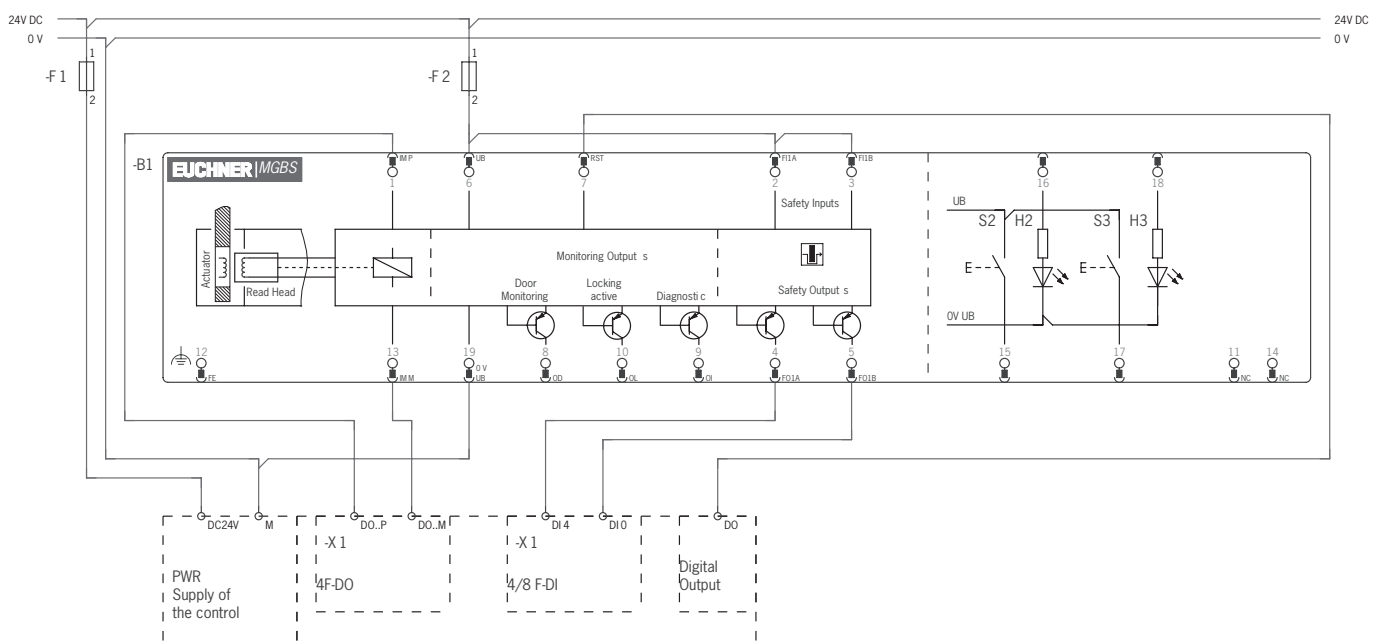

Bild 7: Anschlussbeispiel für den Anschluss an ET200
- Bei einer zweikanaligen Ansteuerung der Magnetspannung durch sichere Ausgänge einer Steuerung sind folgende Punkte zu beachten (siehe auch *Bild 7 auf Seite 35*):